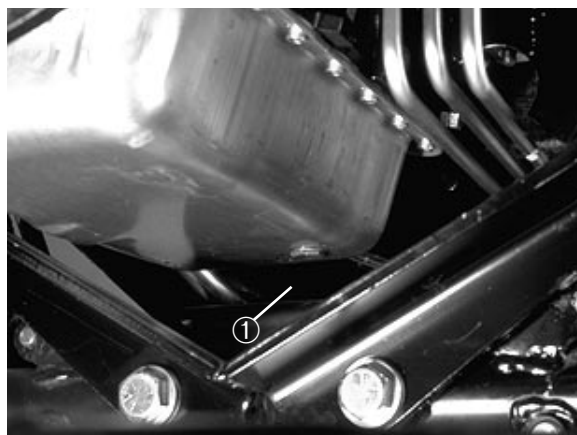

Fig. 35
MOTOROLIE OG FILTER (Fig. 35–36)
1. Fjern aftapningsproppen (Fig. 35) og lad olien løbe ned i aftapningsbeholderen. Når al olien er løbet ud, monteres aftapningsproppen og den nye proppakning, delnr. 74-7850, igen.